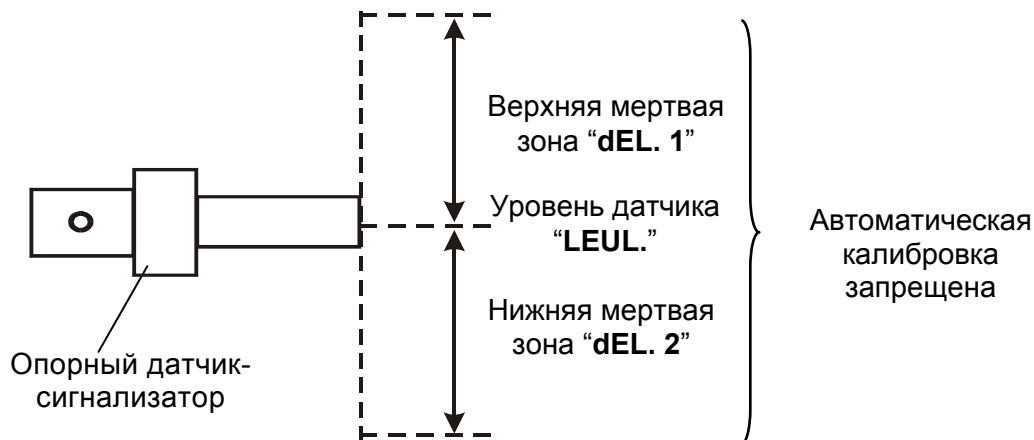

Рисунок 10 – Мертвые зоны опорного датчика-сигнализатора
- 7) нажать кнопку **“ВВОД”**. На индикаторе появится текущее значение уровня верхней мертвой зоны автоматической калибровки в процентах. Верхняя мертвая зона (рисунок 10) предназначена для отсечки запуска автоматической калибровки при незначительном изменении уровня на границе срабатывания опорного датчика-сигнализатора;
- 11) нажать кнопку **“ВВОД”**. На индикаторе появится текущее значение уровня нижней мертвой зоны автоматической калибровки в процентах. Нижняя мертвая зона (рисунок 10) предназначена для отсечки запуска автоматической калибровки при незначительном изменении уровня на границе срабатывания опорного датчика-сигнализатора;